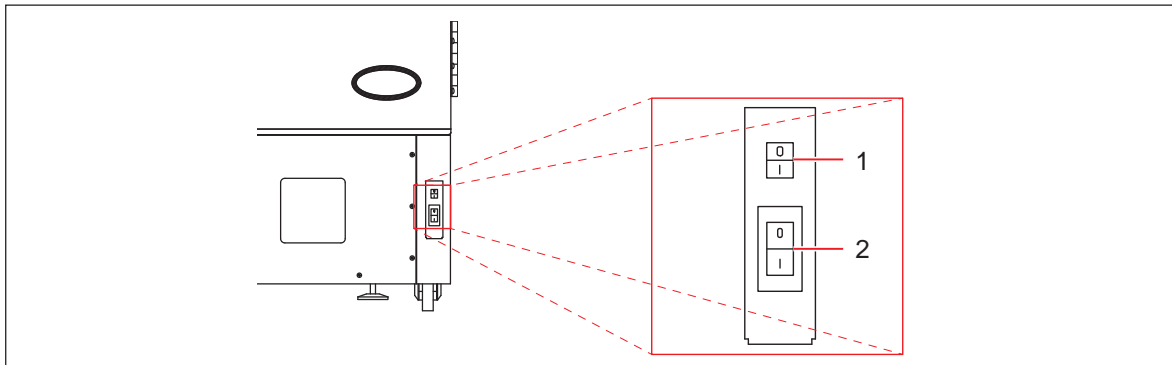
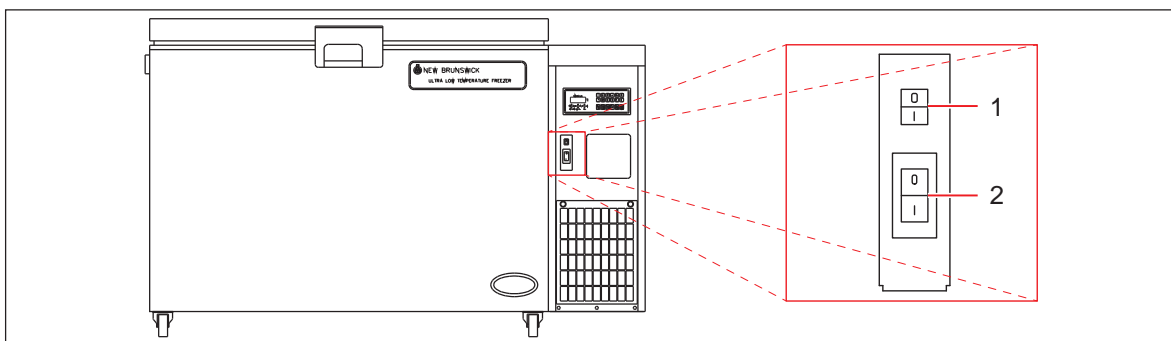

Fig. 6-1: Posizionamento dell'interruttore nei congelatori verticali
Fig. 6-2: Posizionamento dell'interruttore nei congelatori orizzontali
L'apparecchio viene fornito con batteria disattivata. Allarme di interruzione dell'alimentazione viene attivato dall'interruttore a bilanciere della batteria all'interno del pannello chiudibile, situato in basso nell'angolo destro. L'interruttore è contrassegnato con i simboli **I (ON)** e **O (OFF)** (vedi Fig. 6-1 a pag. 26) e (Fig. 6-2 a pag. 26).